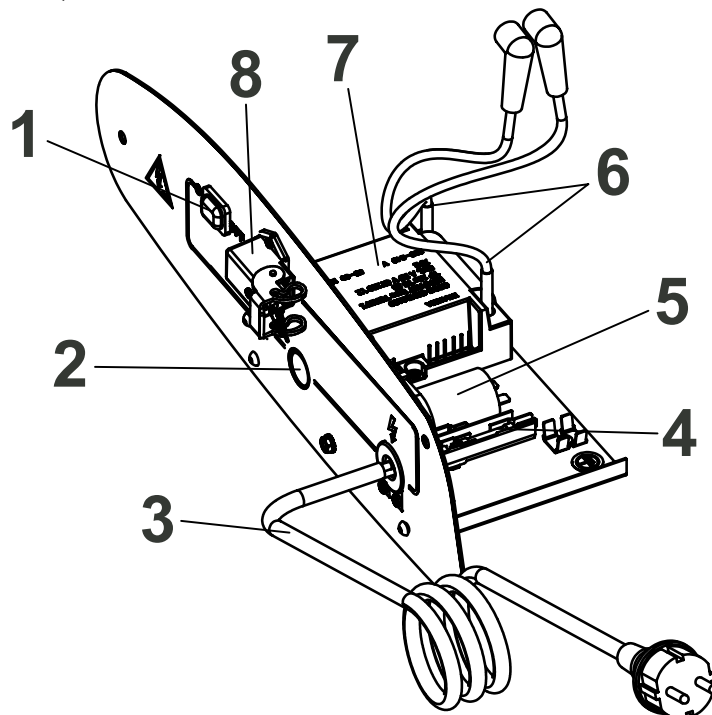

Figure 2
- Mettre l'interrupteur 1 (Fig. 2) dans la position rapportant le symbole:ON le ventilateur se met en marche et, après quelques secondes, la combustion commence.
Lors de la première mise en service ou après la vidange complète du circuit du gasoil, le flux de gasoil en direction de la buse peut s'avérer insuffisant et causer l'intervention de l'appareillage de contrôle de flamme qui arrête le générateur; dans ce cas, après avoir attendu environ une minute, appuyer sur le bouton-poussoir de réarmement 2 (Fig. 2) et remettre l'appareil en marche.
2. Appuyer sur le bouton-poussoir de réarmement 2 (Fig. 2);
Pour arrêter l'appareil, il est nécessaire de mettre l'interrupteur 1 (Fig. 2) sur "OFF". La flamme s'éteint et le ventilateur continue de fonctionner jusqu'à ce que la chambre de combustion soit entièrement refroidie.
Le générateur est équipé d'un appareillage électronique de contrôle de la flamme. En cas de présence d'une ou plusieurs anomalies de fonctionnement, cet appareillage provoque l'arrêt de la machine et l'allumage du témoin du bouton-poussoir de réarmement 2 (Fig. 2).
- Zet de schakelaar 1 (Fig. 2) in de stand met het symbool: ON de ventilatorslaat aan en na enkele seconden wordt de verbranding gestart.
Bij de eerste ingebruikname of nadat alle olie uit het circuit is verwijderd, is de oliestroom uit de straalpijp mogelijk onvoldoende, zodat de vlamregelaar van het toestel ervoor zorgt dat de generator wordt uitgeschakeld; in dat geval wacht u ongeveer een minuut en drukt u vervolgens op de opstartknop 2 (Fig. 2) om het toestel opnieuw op te starten. Als het toestel niet correct werkt gaat u in eerste instantie als volgt tewerk:
2. Druk op de opstartknop 2 (Fig. 2);
Om het toestel uit te schakelen dient u schakelaar 1 (Fig. 2) in de stand "OFF". De vlam gaat uit en de ventilator blijft werken tot de verbrandingskamer volledig is afgekoeld.
De generator is voorzien van een elektronisch instrument ter besturing van de vlam. Als er zich afwijkingen in de werking voordoen zorgt dit instrument ervoor dat het toestel wordt uitgeschakeld en de opstartknop 2 (Fig. 2) wordt geactiveerd. Er wordt een oververhittingsthermostaat geactiveerd die ervoor zorgt dat de olietoevoer wordt onderbroken als de generator oververhit raakt: de thermostaat wordt automatisch opnieuw ingesteld zodra de temperatuur van de verbrandingskamer tot onder het toegestane maximum is gedaald.